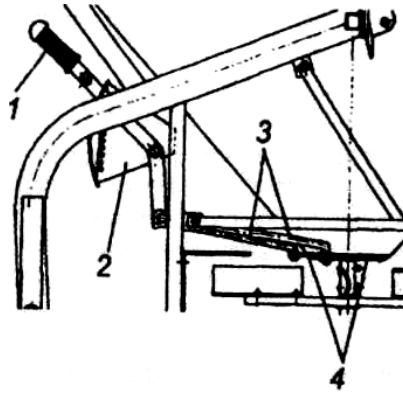

Рисунок 2 – механізм регулювання дози висіву : 1- важелі, 2- шкала доз внесення, 3- тяги, 4- заслінки.
2) встановити важелі 1 у відповідні положення шкали доз внесення 2 та зафіксувати їх (рис. 2).